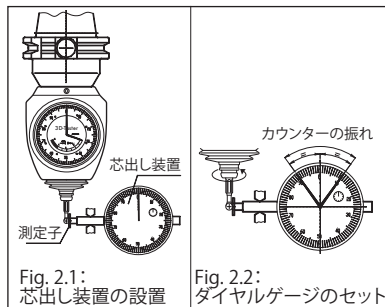

Fig. 2.1:
4. 芯出し装置の測定子を「プローブ先端」に設置し、スピンドルを手で回して下さい。その際、「プローブ」が曲がっていないことを必ず確認して下さい(Fig.2.1)。